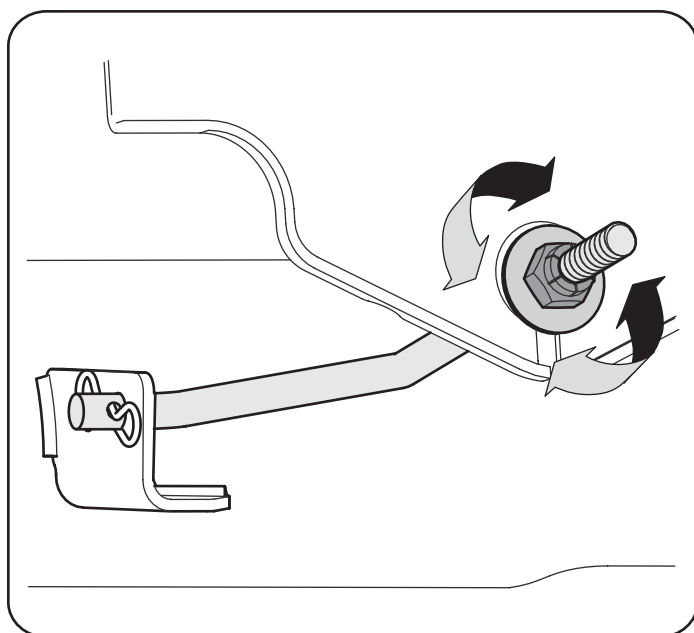

Figura 24
- Localice la contratuerca y la tuerca de seguridad que se encuentran en la parte delantera de la ménsula estabilizadora. Consulte la Figura 24.